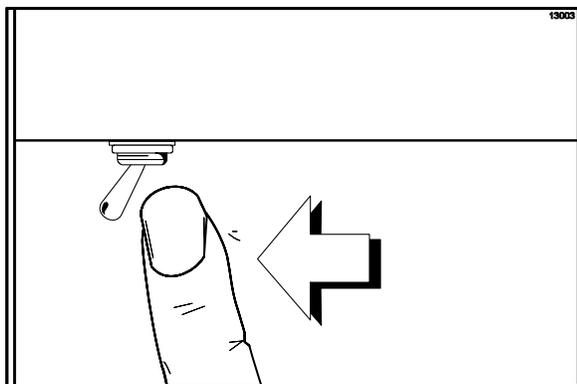

Figura 101
1. Compruebe que el interruptor de energía esté en la posición de apagado. (Vea la figura 101).